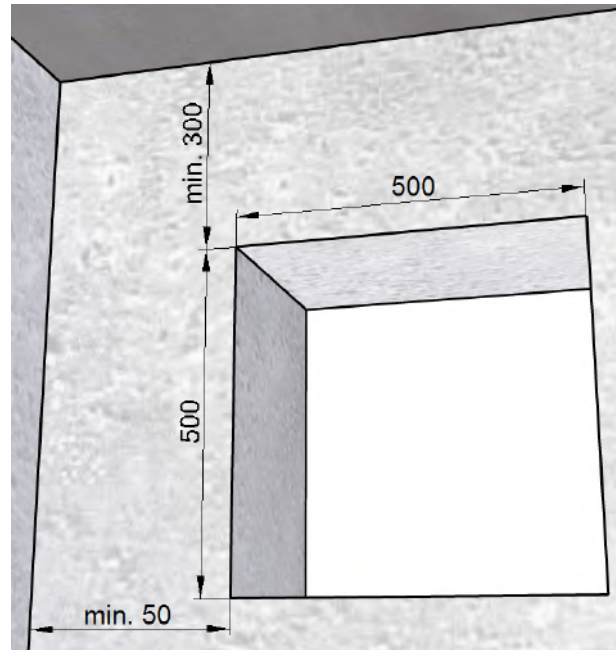

Abb. 8: Mauerdurchbruch für Montageset mit Füllstück, Maße in Millimeter
- Mauerdurchbruch in voller Breite (siehe Abb. 8 auf Seite 14) für Montageset **mit** Füllstück M-WRG-M/Fü
- Mauerdurchbruch in voller Breite (siehe Abb. 8) für Montageset **mit** Füllstück M-WRG-M/Fü